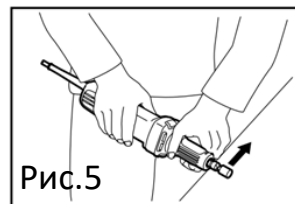

Рис.5
-Во время запуска держите инструмент обеими руками Рис.5, поскольку крутящий момент двигателя может привести к перекручиванию инструмента. Запустите инструмент перед тем как приступить к работе, дайте инструменту набрать обороты, прежде чем приступить к работе.
При включении шлифмашины, убедитесь, в том что оснастка не касается заготовки, и подождите, пока шлифмашина не достигнет максимальных оборотов на выбранном Вами режиме. Затем аккуратно касайтесь установленной насадкой рабочей поверхности заготовки. Для получения хорошей отделки, медленно перемещайте инструмент в левом направлении Рис.5.